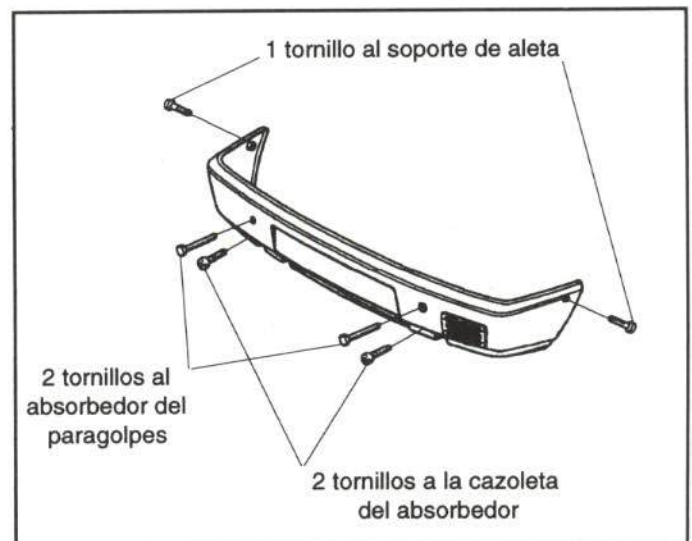

Figura 13.- Unión del paragolpes delantero
En la figura 13 se muestra la fijación de este elemento.
- Paragolpes delantero (figura 13)